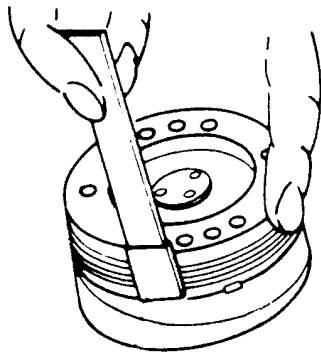

Fig. 15
- Kopfscheibe festhalten und Videoköpfe mit einem Reinigungsstäbchen in Bandlaufrichtung vorsichtig abreiben (Fig. 15).
- Hold the head wheel stationary and clean the video heads with a cleaning stick in the direction of the tape direction very carefully (Fig. 15).
- Tenere ferma la ruota testine e con un bastoncino detergente pulire attentamente le testine video nel verso di scorrimento del nastro (Fig. 15).